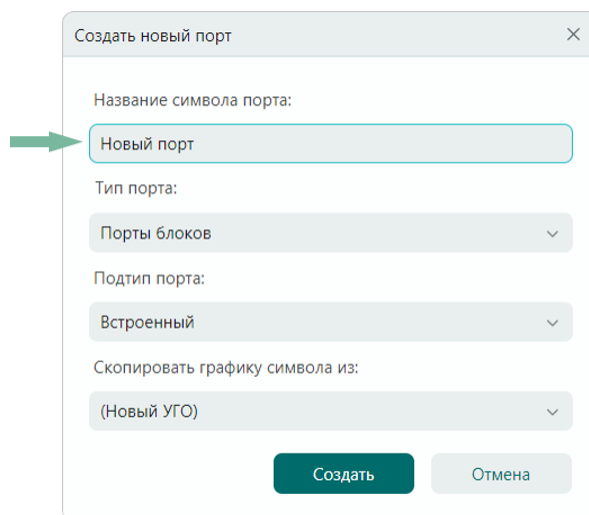

Рис. 74 Ввод названия нового порта
3. В окне «Создать новый порт» введите название для создаваемого символа порта, см. Рис. 74.